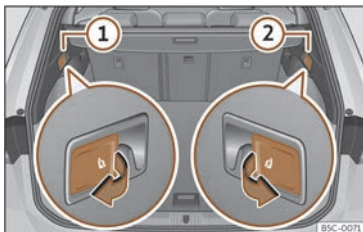

Fig. 98 No maleteiro: pancas para desbloqueo do respaldo traseiro.
- Tire da panca de desbloqueo a distancia da parte esquerda >>> **fig. 98** ① ou dereita ② do respaldo no sentido da frecha. A parte desbloqueada do respaldo traseiro abátese automaticamente cara adiante.